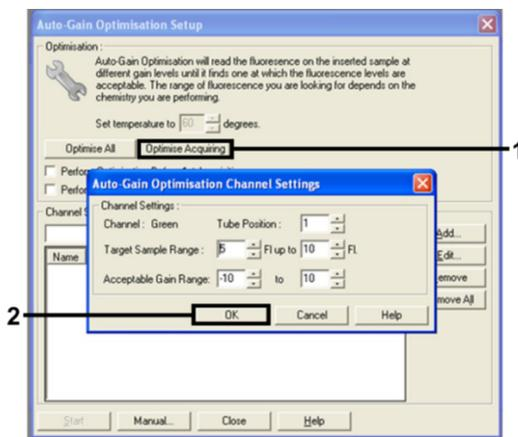

Figura 11. Otimização automática de ganho do canal Green.
13. Clique em Optimise Acquiring (Otimizar aquisição). As configurações para cada canal são exibidas. Clique em OK para aceitar esses valores padrão para ambos os canais. (Figura 11).